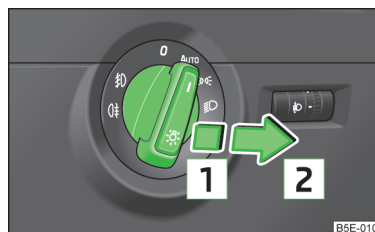

Fig. 32
- Faites tourner le commutateur des feux sur la position **AUTO**,  ou  » fig. 32.
- > Faites tourner le commutateur des feux sur la position **AUTO** ou  «<» » fig. 32 à la page 55.